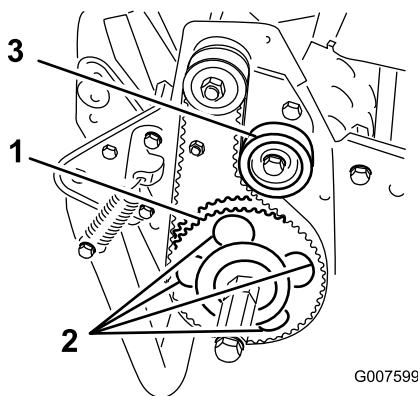

図 44
7. 受動プーリを回して、4つの穴をローラベアリングのフランジねじに整列させる図 44。
11. ベルトの張りを調整し、アイドラプーリねじを締める 図 44。